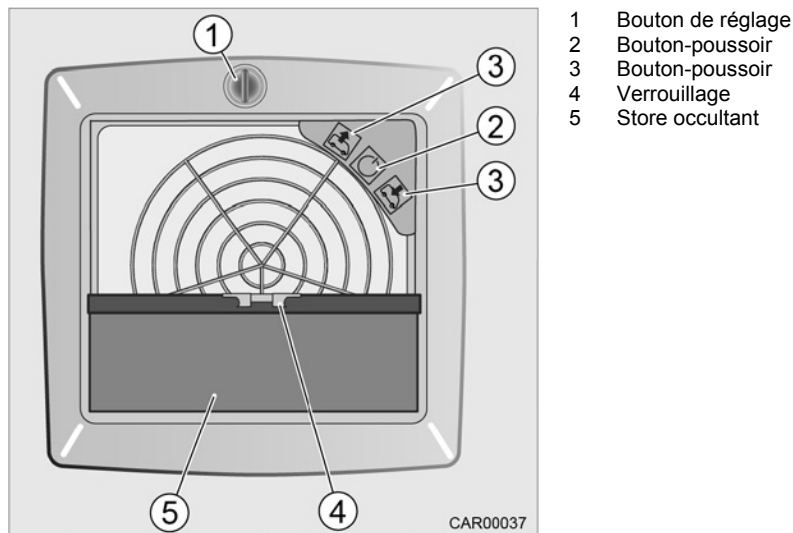

Fig. 66 Ventilateur de lanterneau électrique
1. Tourner le bouton (Fig. 66/1) dans le sens anti-horaire ou dans le sens horaire pour ouvrir ou fermer le lanterneau.
2. Activer/désactiver le ventilateur du lanterneau (Fig. 66/2) avec le bouton-poussoir.
3. À l'aide du bouton-poussoir (Fig. 66/3) sélectionner entre Expulsion et Aspiration d'air, ainsi qu'entre plusieurs vitesses.
1. Comprimer le dispositif de verrouillage (Fig. 66/4).
2. Tire le store occultant (Fig. 66/5) en dehors et le faire encliqueter dans la position définie au préalable.
2. Glisser le store occultant (Fig. 66/5) complètement dans le cadre.